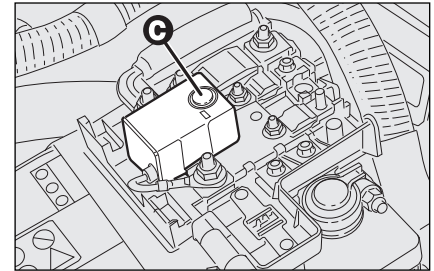

fig. 63
- druk op de knop **C-fig. 63** om de voedingsonderbrekerschakelaar opnieuw in te schakelen.